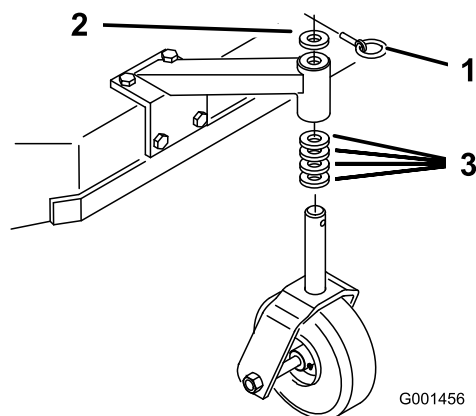

Figura 17
- Usando la Tabla de alturas de corte, ajuste los espaciadores de las ruedas giratorias según el taladro de eje seleccionado (Figura 17).
- Retire el pasador, retire la rueda giratoria del soporte y cambie los espaciadores (Figura 17).
- Instale la rueda giratoria en el soporte e introduzca el pasador (Figura 17).